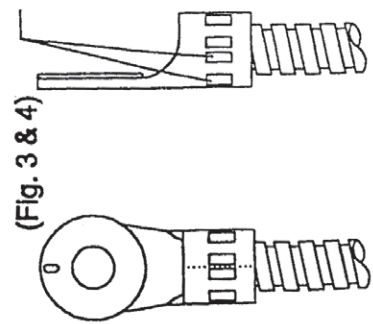

Fig. 3
- 3) Si le sertissage des cosses sur les gaines ressemble à la version incorrecte (figure 3 et 4) alors le sertissage des cosses devra être amélioré en utilisant la procédure suivante :